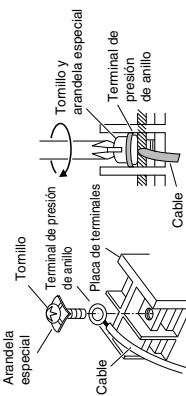

Fig. 5-6
- (2) Utilizando un destornillador de cabeza Phillips, extraiga los tornillos del terminal de la placa de los terminales.
- (3) Empleando un fijador de conector de anillo o alicates, tije con seguridad cada extremo del cable trenzado con un terminal de presión de anillo.
- (4) Ponga el terminal de presión de anillo y vuelva a colocar y apriete el tornillo del terminal extraído con un destornillador. (Fig. 5-6)